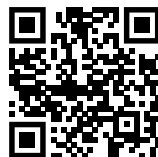

Fig. 151
► Avage Liebherr SmartMonitoring Dashboard. (vt. Fig. 151) Külmikul ja sügavkülmikul: